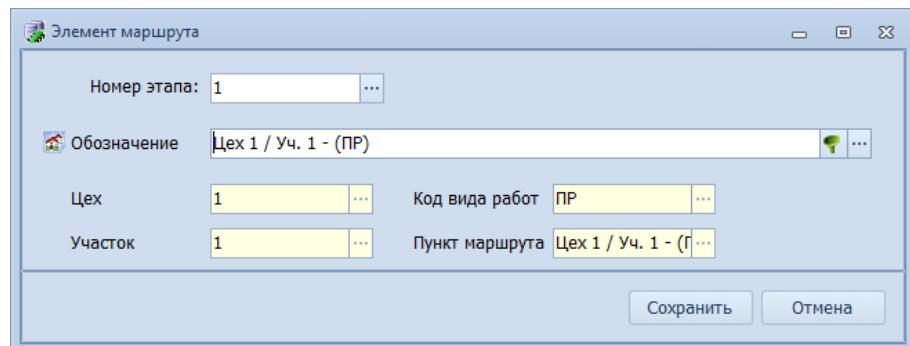

Рисунок 86. Пример отображения данных в окне "Элемент маршрута"
- в поле «Обозначение» подставится обозначение выбранного элемента маршрута (рис. 86);
- поля «Цех», «Участок», «Код вида работ» и «Пункт маршрута» заполняются соответствующими значениями от выбранного элемента маршрута (рис. 86).